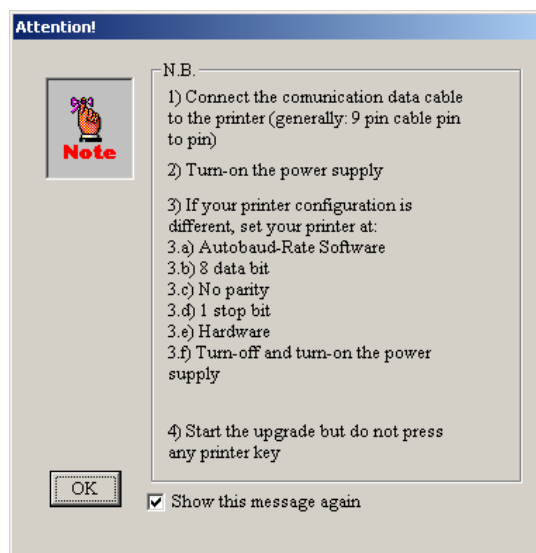

Рисунок 8 – Окно предупреждения.
2.12. В отобразившемся диалоговом окне нажмите на кнопку «ОК» (см. рис. 8).